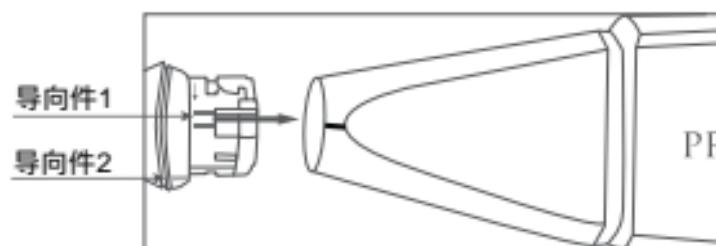
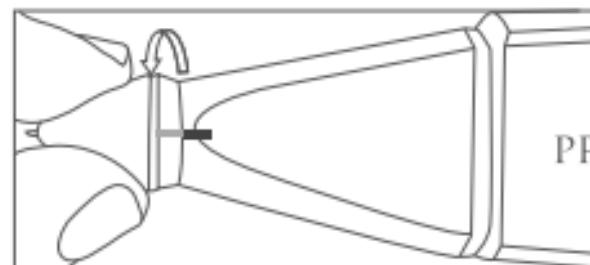

图2a
图2b
2. 为了插入新的探头, 如图2a所示将导向件1置于适当的位置, 顺时针旋转, 将导向件2与主体上所标的导向线对齐, 按图2b将之牢固固定。